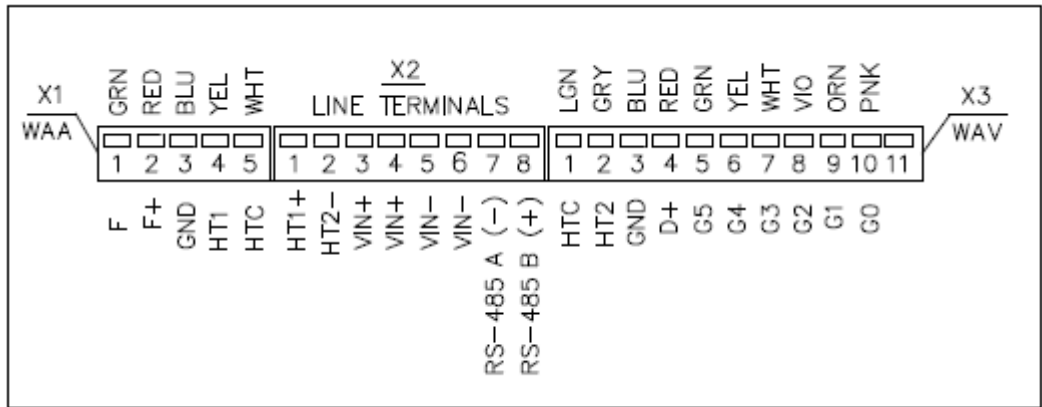
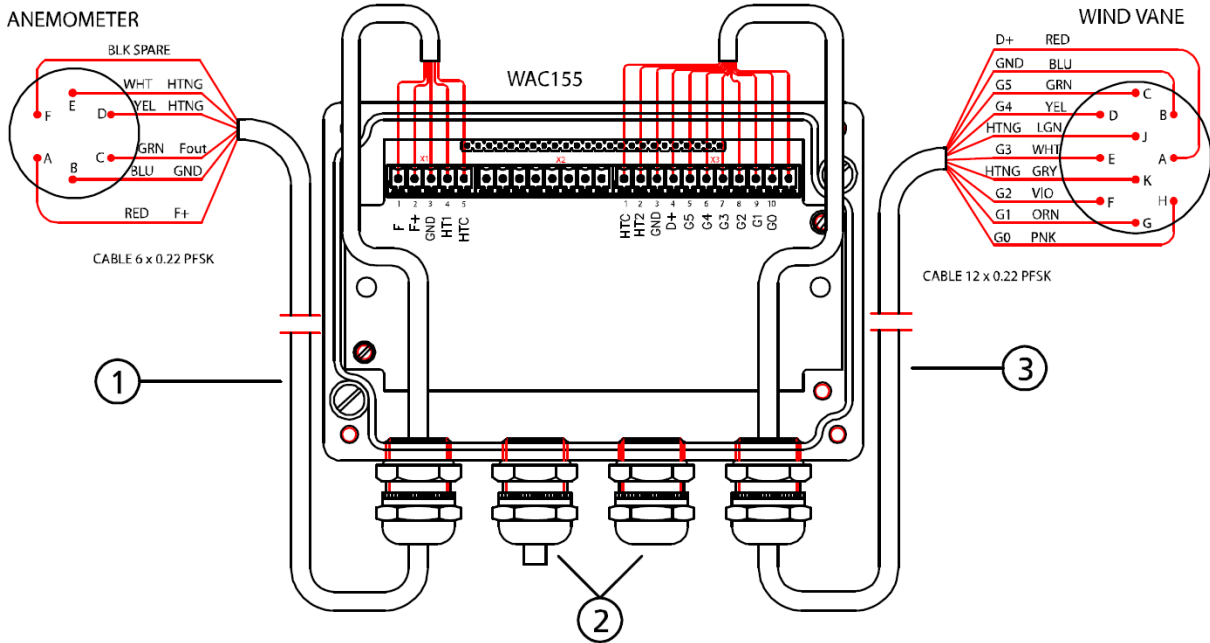
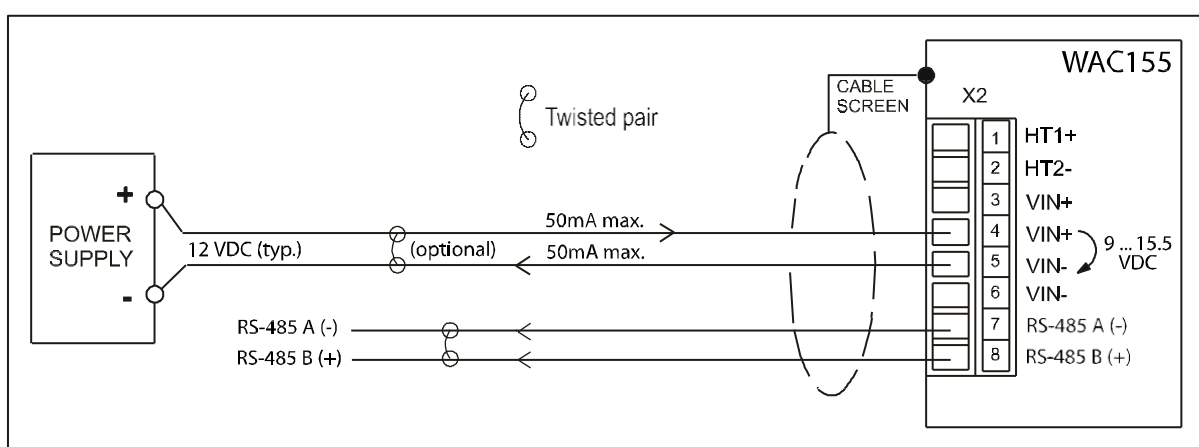

图 7 输入/输出端子排
图 8 传感器布线
图 9 典型的采用 12 伏直流电源的系统
4. 按照第 18 页图 8 和第 19 页图 9 bookmark37 将电线连接到 X2 可拆卸螺钉接线端子上。固紧输出电缆夹套。
如第 16 页图 7 所示，WAC155 变送器具有三个输入/输出端子排。关于端子排的位置和电缆通过电缆夹套而形成的路线，请参阅第 18 页图 8。
第 16 页图 7 中的编号表示如下内容：
第 18 页图 8 中的编号表示如下内容：